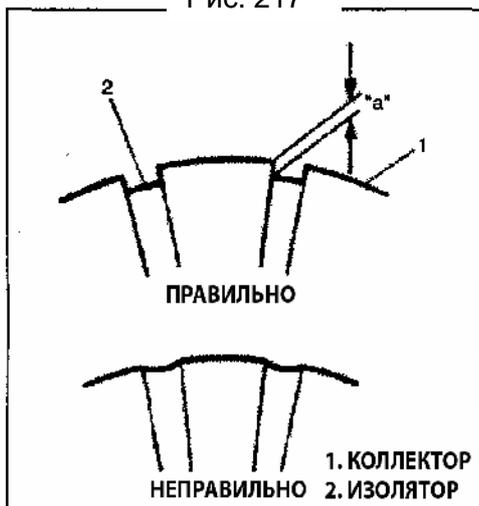

Рис. 218
- Проверьте глубину изолятора коллектора. Если глубина меньше требуемого значения, отремонтируйте или замените ротор (Рис. 218).